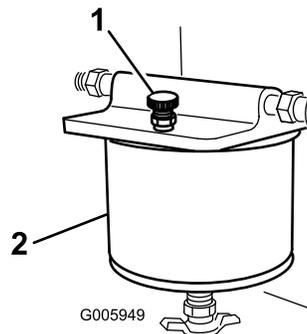

図 33
3. 燃料フィルタ上部についているエア抜きねじを開くと、ボウルに燃料が流れ込んでくる（図 33）。